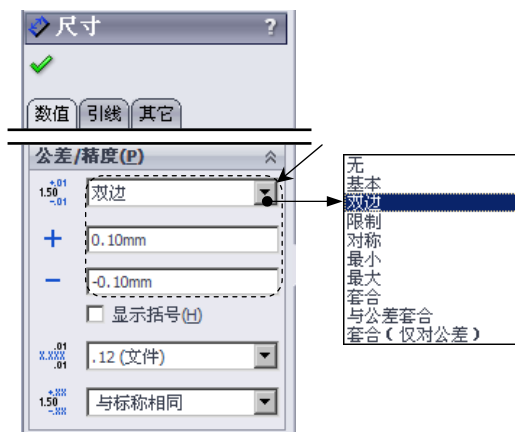

图 6.5.2 “尺寸”对话框
Step4. 定义公差。在“尺寸”对话框的 **公差/精度(P)** 区域中设置图 6.5.2 所示的参数。